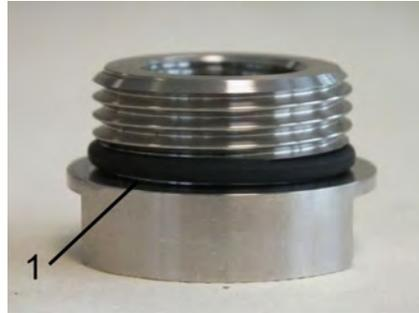

Abb. 50: Position des O-Rings
diese im O-Ringsitz der Verschraubungen sitzen (Abb. 50/1). Dabei darauf achten, dass die O-Ringe nicht überdehnt werden
- Position des O-Rings auf der Verschraubung (Abb. 50/1)